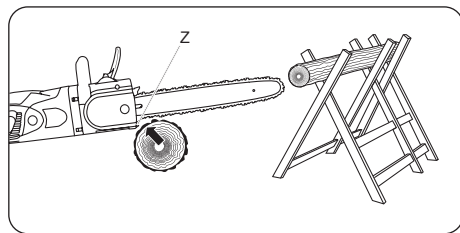

рис. 2
**При поперечном пилении зубчатый упор (Z) должен устанавливаться на отпиливаемое бревно. (рис. 2)**